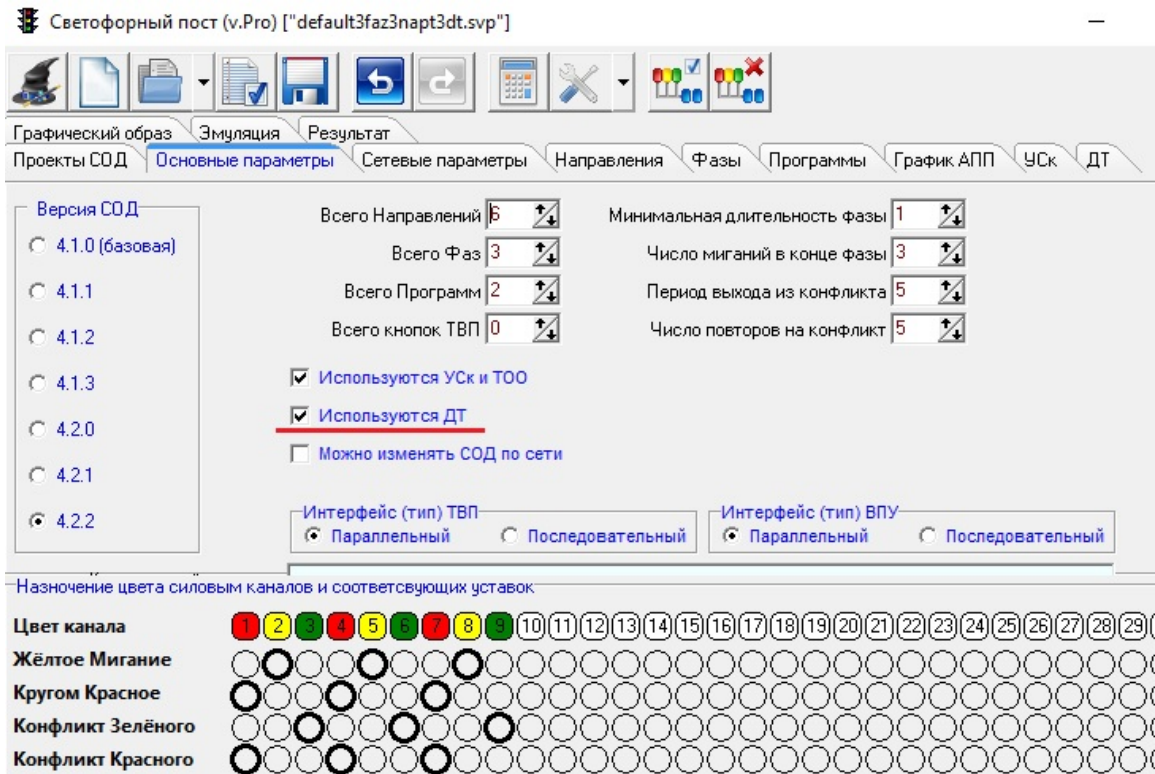

Рисунок 6.2 - Включение режима работы с детекторами транспорта в программе «Светофорный пост»
- В программе СВП включить возможность работы с детекторами, рис. 6.2;